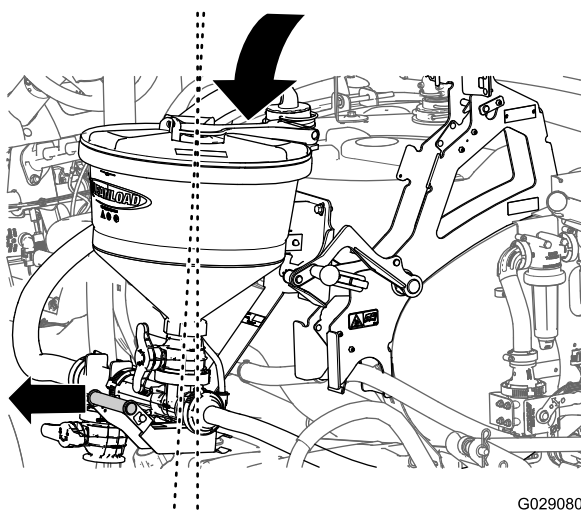

Рисунок 35
4. Полностью опустите эдуктор, удерживая рукоятку эдуктора направленной немного наружу (Рисунок 35).
2. Поднимите эдуктор, удерживая рукоятку эдуктора направленной немного наружу (Рисунок 35).